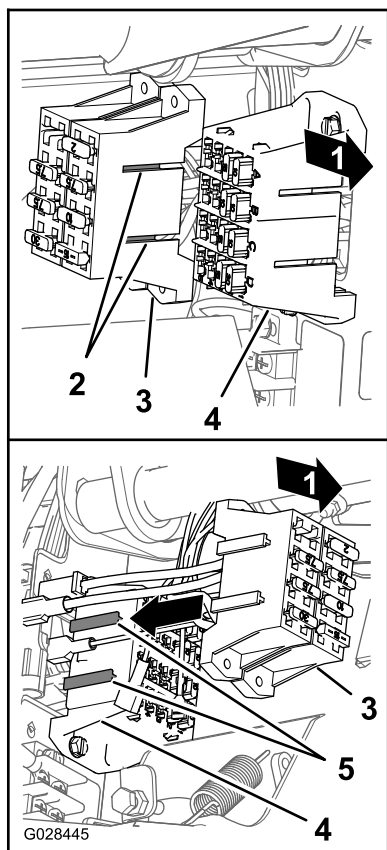

Figura 26
4. Aliniați fitingurile în T de pe blocul de sigurană al pulverizatorului la fantele în T ale blocului de sigurană al mainii i glisați blocul de sigurană al pulverizatorului în fante până când blocul de sigurană este complet aezat (Figura 26).